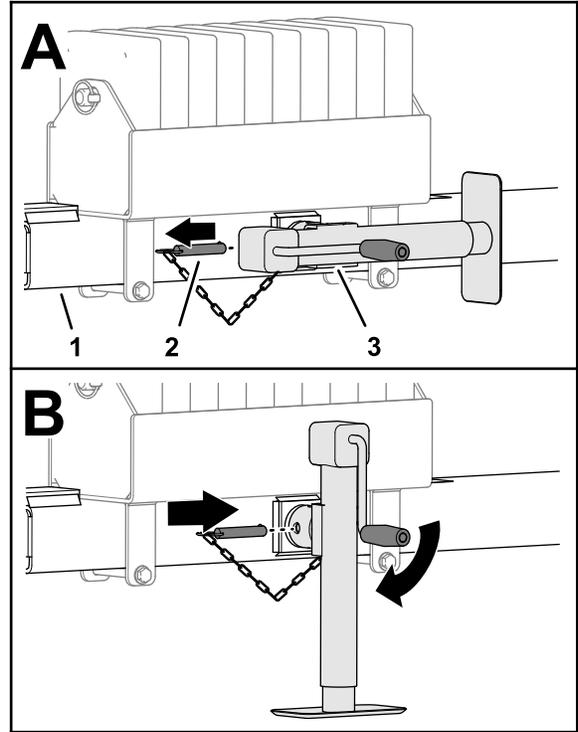

图 27
1. 卸下将千斤顶固定至挂钩管的销然后取下千斤顶 请参阅 用千斤顶支撑机器的前部 (页码 22) 中的图 27。
4. 卸下将千斤顶固定至挂钩管的销图 27。
5. 垂直旋转千斤顶图 27。
6. 将销穿透千斤顶和挂钩管上的水平孔图 27。